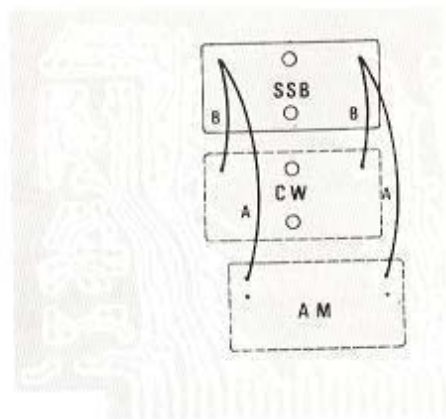

Figura 7.
- 3) Para la instalación del filtro de CW, remueva los puentes "B" del impreso. Para la instalación del filtro AM, remueva los puentes "A";(ver figura 7).
- 4) Monte los filtros como se indica en la figura 7. No aplique excesiva fuerza al apretar las tuercas de sujeción. Ver figura 8 para mayores detalles.